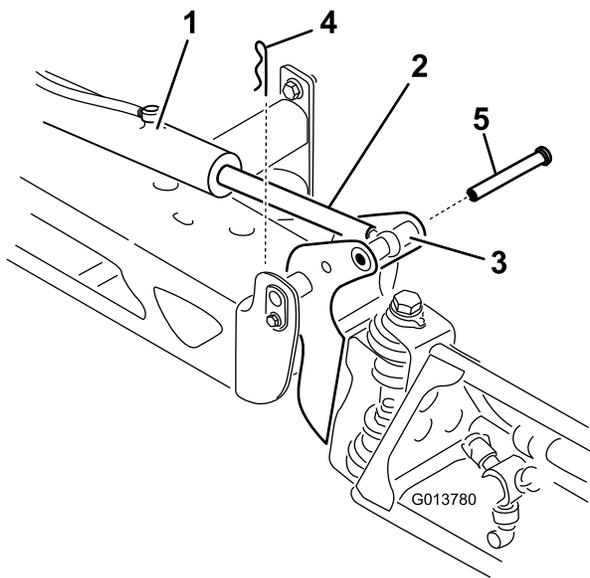

Bild 64
2. Nehmen Sie den Splint vom Lagerbolzen ab (Bild 64).
3. Heben Sie den Ausleger an und nehmen Sie den Stift ab (Bild 64), senken Sie den Ausleger dann langsam auf den Boden ab.
9. Halten Sie den Ausleger fest und stecken Sie den Stift durch das Auslegerscharnier und die Aktuatorstange (Bild 64).